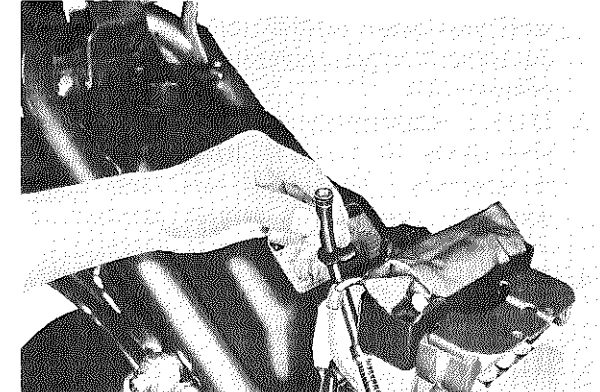

Fig. 3-1-4
9. Remove pump cover (2) and oil pipe. Screw the oval counter-sunk screw securing pump cover into oil pipe as illustrated, and tentatively place oil pipe over oil tank. (Fig. 3-1-4)
9. Enlever le couvercle de pompe (2) et le tuyau d'huile. Installer la vis plate prévue sur le couvercle de pompe sur le tuyau d'huile, et accrocher ce dernier au réservoir comme indiqué sur la figure (Fig. 3-1-4).
9. Pumpendeckel (2) und Ölleitung abnehmen. Die Linsenkopfsenkschraube, mit der der Pumpendeckel befestigt ist, in die Ölzuführungsleitung schrauben und die Ölleitung vorläufig über den Öltank bringen. (Fig. 3-1-4)